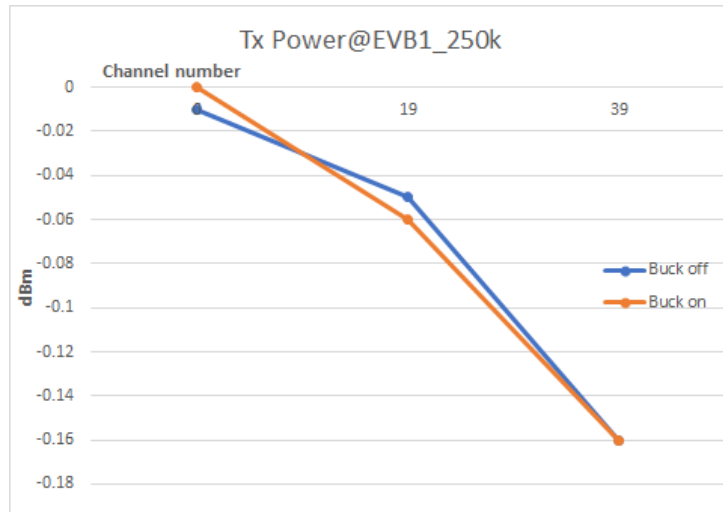

图 8. Tx 输出功率 @ 250 kbit/s
- 选择并打开“FSK 测量时间 (IQ)”、“解调位”、“频谱”和“解调结果”测量窗口。
- Tx 输出功率的测量结果在“解调结果”栏中。图 8 显示了 GFSK 数据速率为 250 kbit/s 时的 Tx 输出功率测量结果。